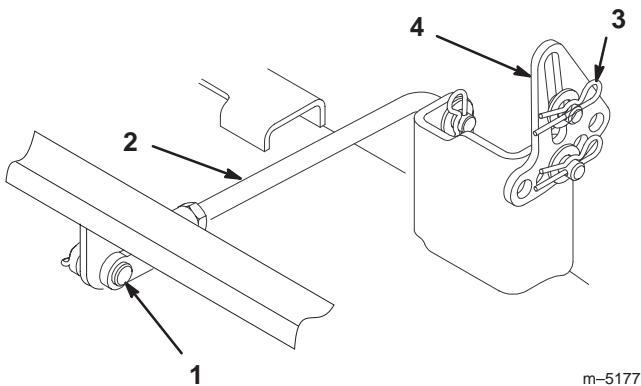

Figure 47
4. Retirez la goupille fendue et l'axe de chape de la tige du tourillon arrière (Fig. 47) de chaque côté du plateau de coupe.
- Enlevez la goupille fendue et la rondelle des pattes de mise à niveau (Fig. 47) de chaque côté du plateau de coupe. Notez le trou de montage de la patte de mise à niveau en prévision de la repose. Dégarez les pattes de l'axe de montage.
- Fixez le tourillon arrière à la machine à l'aide de l'axe de chape et de la goupille fendue (Fig. 47) de chaque côté du plateau de coupe.
- Glissez les pattes de mise à niveau sur les axes de montage et fixez-les à l'aide des rondelles et des goupilles fendues (Fig. 47).